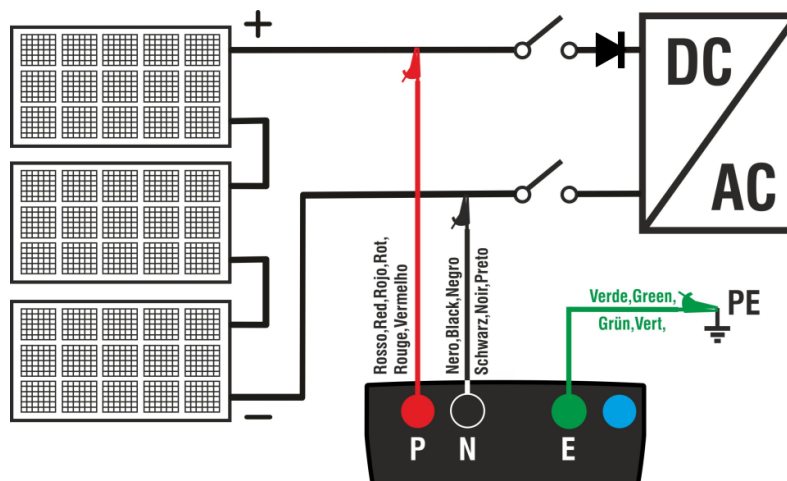

Fig. 6: Ligação do instrumento para medição de isolamento no modo DUAL
6. Ligue o instrumento ao string PV em teste, conforme mostrado em Fig. 6. O teste também pode ser executado em várias strings em paralelo umas com as outras. Lembre-se de que quaisquer pára-raios conectados aos cabos do string/strings também devem ser desconectados e que é aconselhável medir a montante de quaisquer diodos de bloqueio